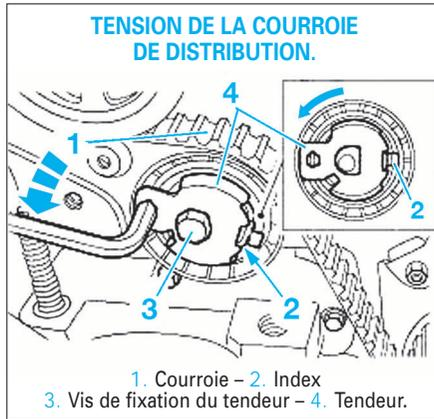

FIG. 17
- À l'aide d'une clé Allen, tourner l'excentrique du galet tendeur, dans le sens antihoraire pour tendre la courroie jusqu'à ce que l'index se situe entre les bords de l'ouverture (voir Fig.17).
- Contrôler que l'index du tendeur se situe entre les bords de l'ouverture (voir Fig.17). Dans le cas contraire, reprendre l'opération de repose et tension.